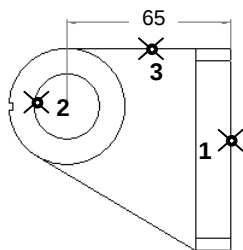
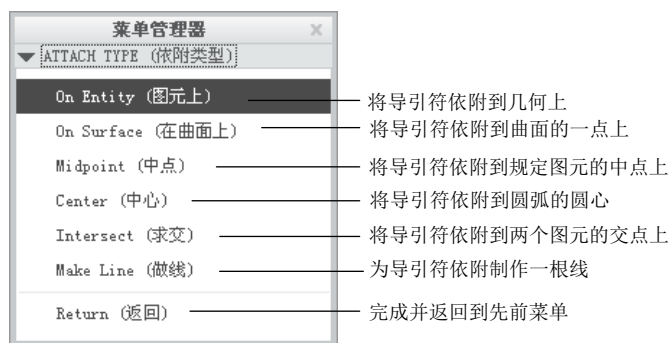

图 6.5.3 “新参考”尺寸标注
图 6.5.4 “依附类型”菜单
下面以图 6.5.3 所示的零件模型 bracket 为例, 说明在模型上创建草绘“新参考”尺寸的一般操作过程:
Step2. 在图 6.5.4 所示的 **ATTACH TYPE (依附类型)** 菜单中, 选择 **Midpoint (中点)** 命令, 然后在图 6.5.3 所示的“1”点处单击 (“1”点在模型的边线上), 以选取该边线的中点。
Step3. 在图 6.5.4 所示的菜单中, 选择 **Center (中心)** 命令, 然后在图 6.5.3 所示的“2”点处单击 (“2”点在圆的弧线上), 以选取该圆的圆心。
Step4. 在图 6.5.3 所示的“3”点处单击鼠标中键, 确定尺寸文本的位置。